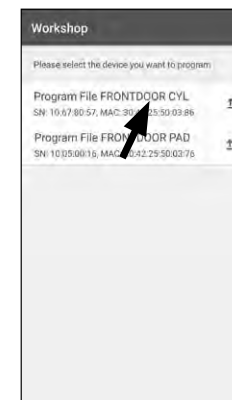

Abb. 69
- ⑪ Es werden Ihnen nun die Programmierdateien für das Schloss und die Tastatur angezeigt. Zunächst wird die Programmierdatei für den Zylinder übertragen. Dafür tippen Sie auf die Bezeichnung Ihres Schlosses. (Hier „Program File FRONTDOOR CYL“) (Abb. 69).